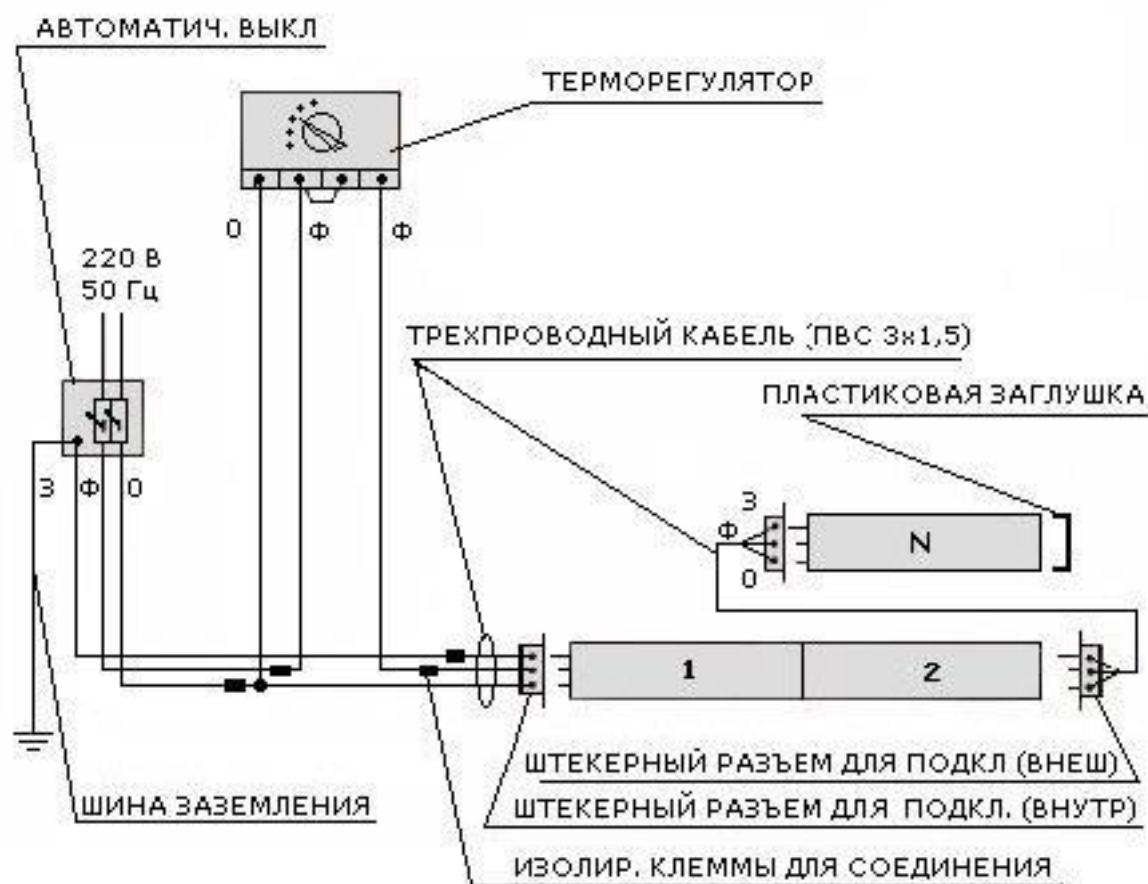

Рис. 2
2. Отключение электропитания от сети осуществляется переводом выключателя в терморегуляторе в положение «О» или автоматическими выключателями (см. Рис.2).